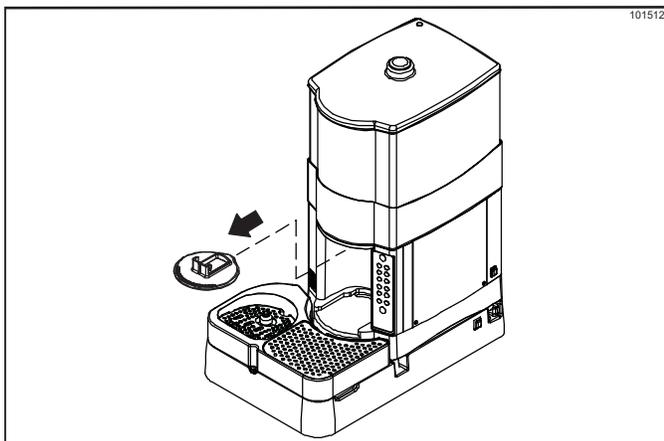

Figura 6-5
3. Retire el protector antisalpicaduras y llévelo al fregadero para limpiarlo. (Véase la figura 6-5).